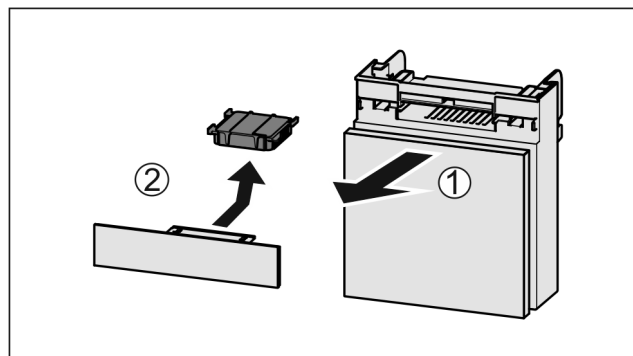

Fig. 136
- Vedä lokero etukautta pois Fig. 136 (1).
- Poista aktiivihiilisuodatin Fig. 136 (2).